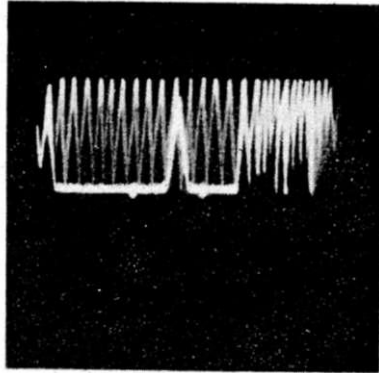

Abb. 52
e) Gegenseitige Störungen durch FuG 217 (Abb. 52)